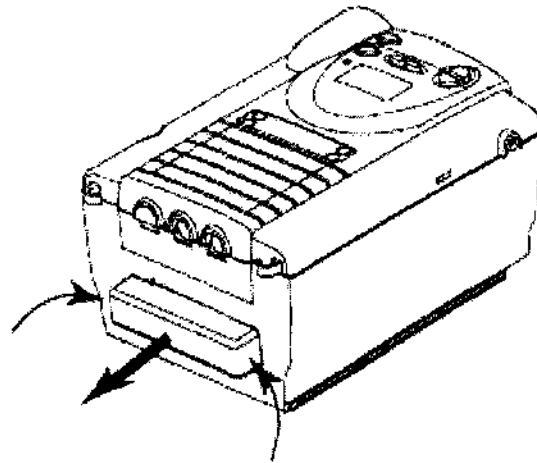

Figura 8-1 Extracción de la cubierta del filtro
2. Retire la tapa del filtro mediante una presión suave sobre los laterales de la cubierta del filtro y tire de ella hacia afuera para sacarla del dispositivo. (Figura 8-1).